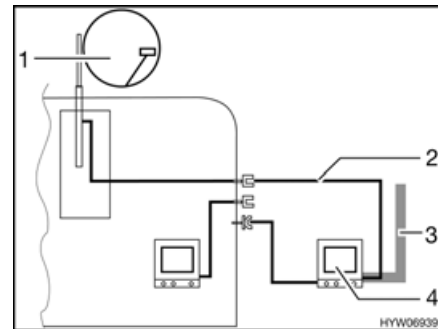

Fig. 150 TV dans l'auvent
- TV dans l'auvent (Fig. 150,4) : Raccord à l'antenne sur le toit (Fig. 150,1) avec câble d'alimentation (Fig. 150,2)
- TV dans l'auvent (Fig. 150,4) : Raccord à l'antenne extérieure (Fig. 150,3)